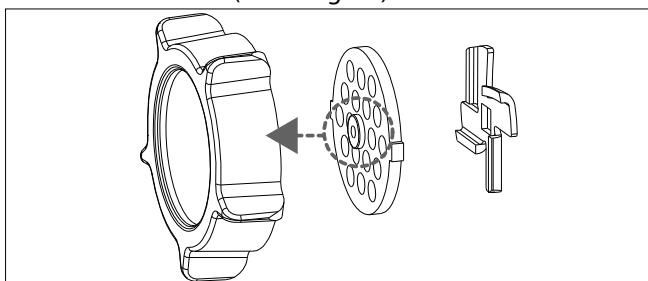

Fig. 13 – Insertar correctamente el disco perforado
- ▶ Seleccione un disco perforado adecuado y colóquelo en el eje del sifón alimentador. Asegúrese de que el disco perforado se inserta en la carcasa del sifón con la ranura en la posición correcta y la pestaña apuntando hacia delante (véase Fig. 13).